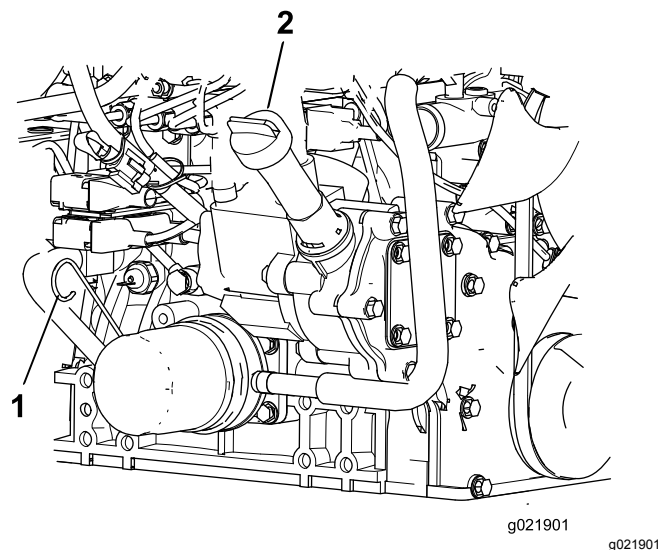

Figura 85
3. Retire a vareta, limpe-a, coloque-a no tubo e volte a retirá-la em seguida. O nível de óleo deve estar entre marca CHEIO e a marca ADICIONAR (Figura 85).
4. Se o nível de óleo estiver baixo, retire o tampão de enchimento e adicione óleo até que fique entre a marca CHEIO e a marca ADICIONAR (Figura 85).